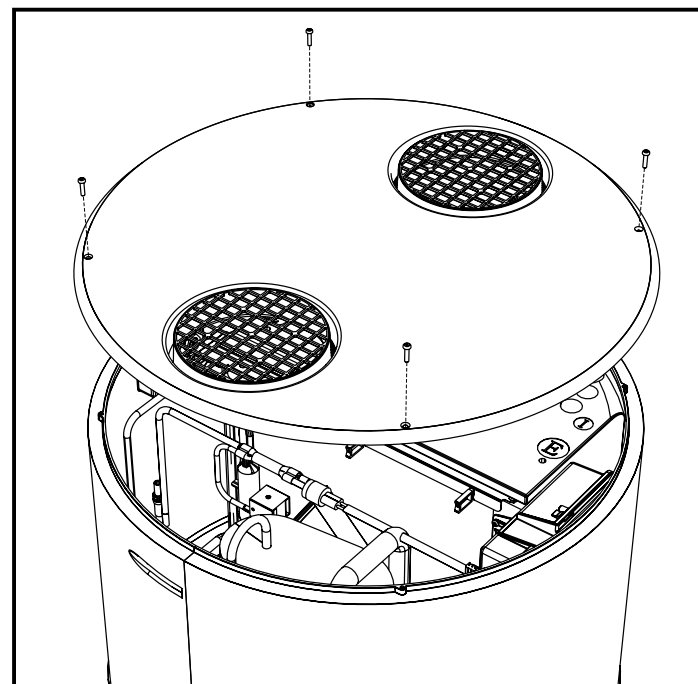

fig. 29- Extracción de la cubierta superior
- Retire la cubierta superior desenroscando primero los tornillos de bloqueo (fig. 29).